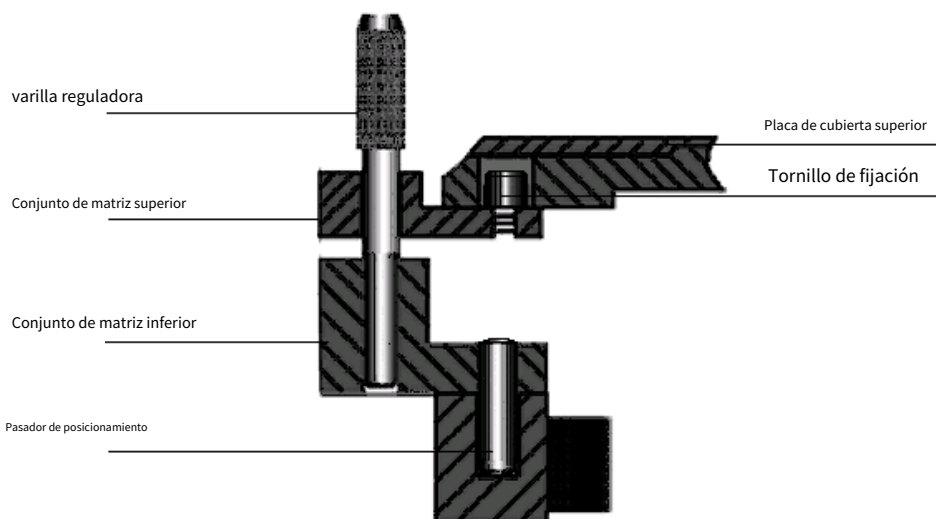

Fig.6 Centrando el conjunto del troquel
5.1.1 Reemplace el conjunto del troquel de llenado (consulte la Fig. 6)